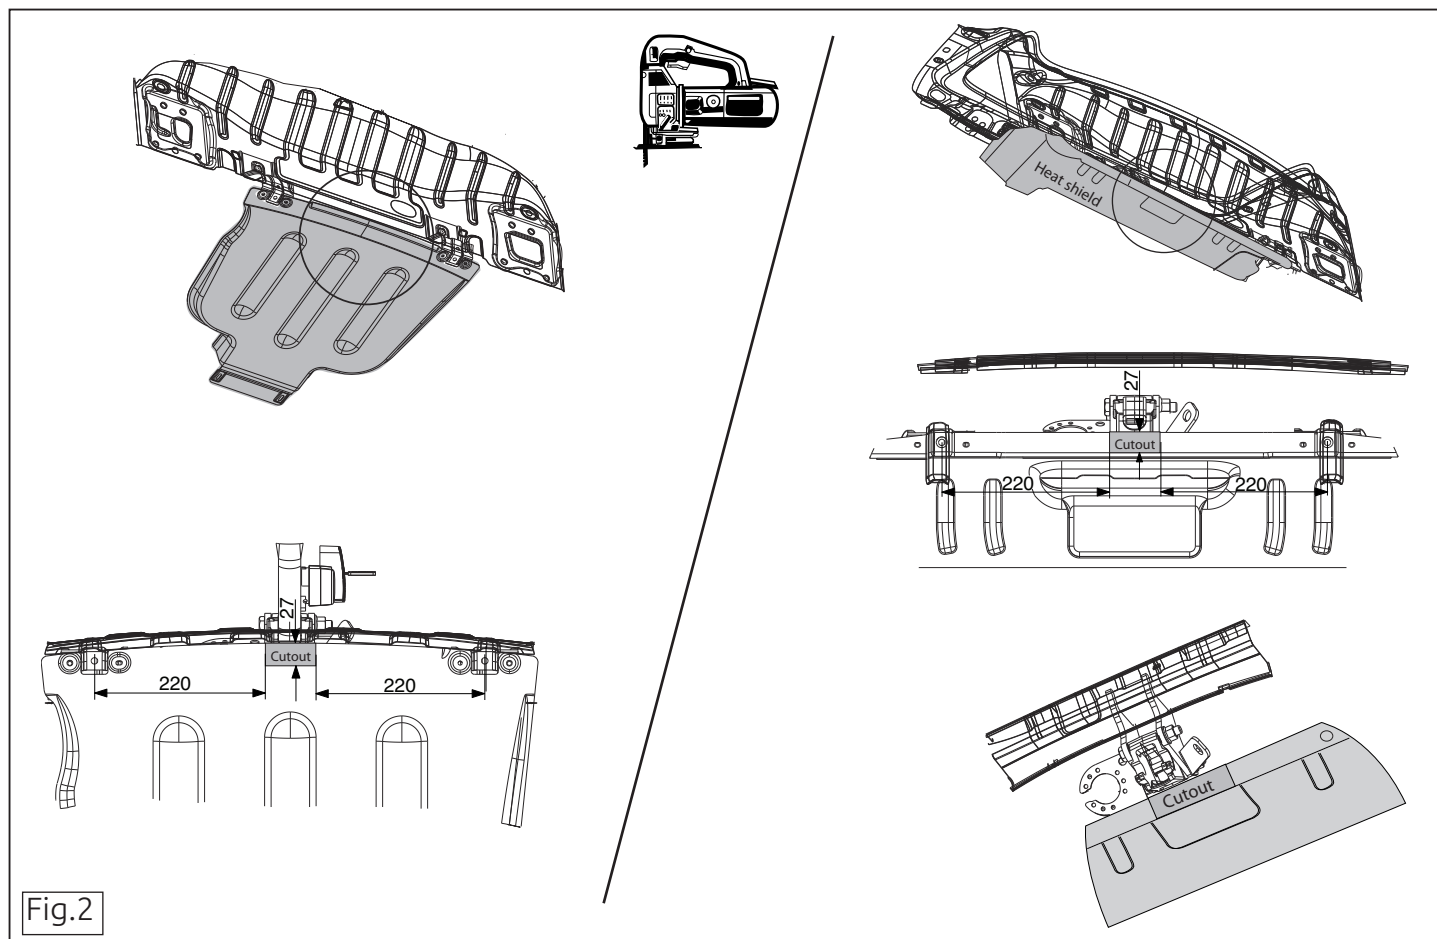

Fig.2
8. Gemäß Abb. 2 das angegebene Teil ausschneiden.
7. Serrer la partie indiquée conformément à la figure 2.